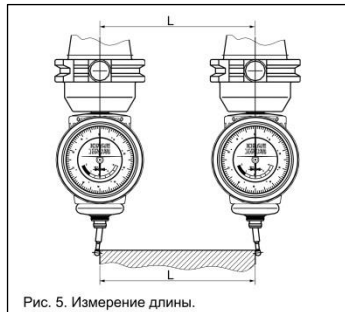

Рис. 5. Измерение длины.
4. Измерение длины (см. Рис. 5.).